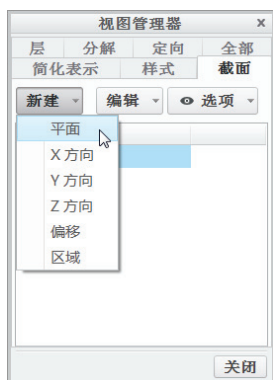
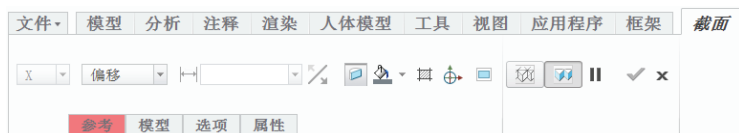

图 10-97 “截面”选项卡
图 10-98 “截面”选项卡
2) 在“截面”选项卡中单击“新建”按钮，并从打开的下拉菜单中选择“平面”选项如图 10-97 所示，接着在出现的文本框中输入新 X 截面的名称，按〈Enter〉键，系统打开图 10-98 所示的“截面”选项卡。